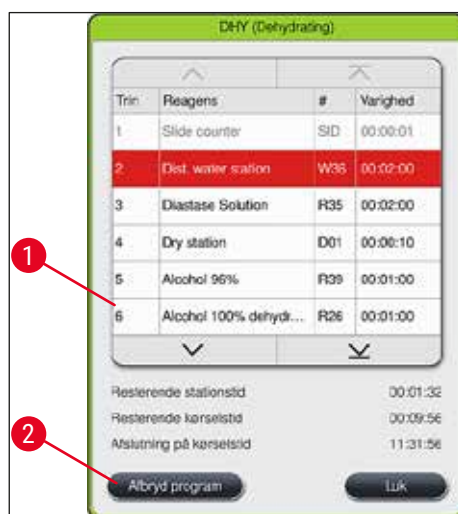

Fig. 92
2. Der åbnes en liste over programtrin (→ "Fig. 92"); det aktuelle trin er markeret med rødt (→ "Fig. 92-1").